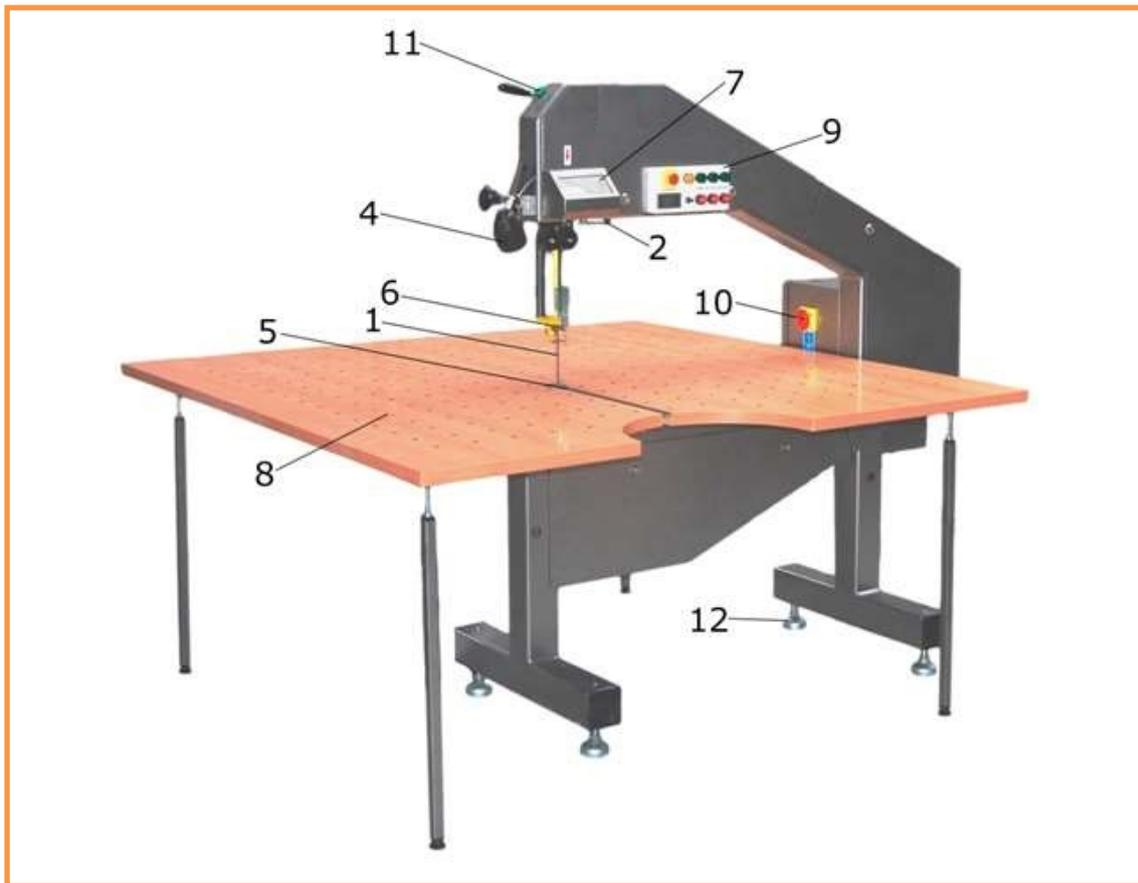
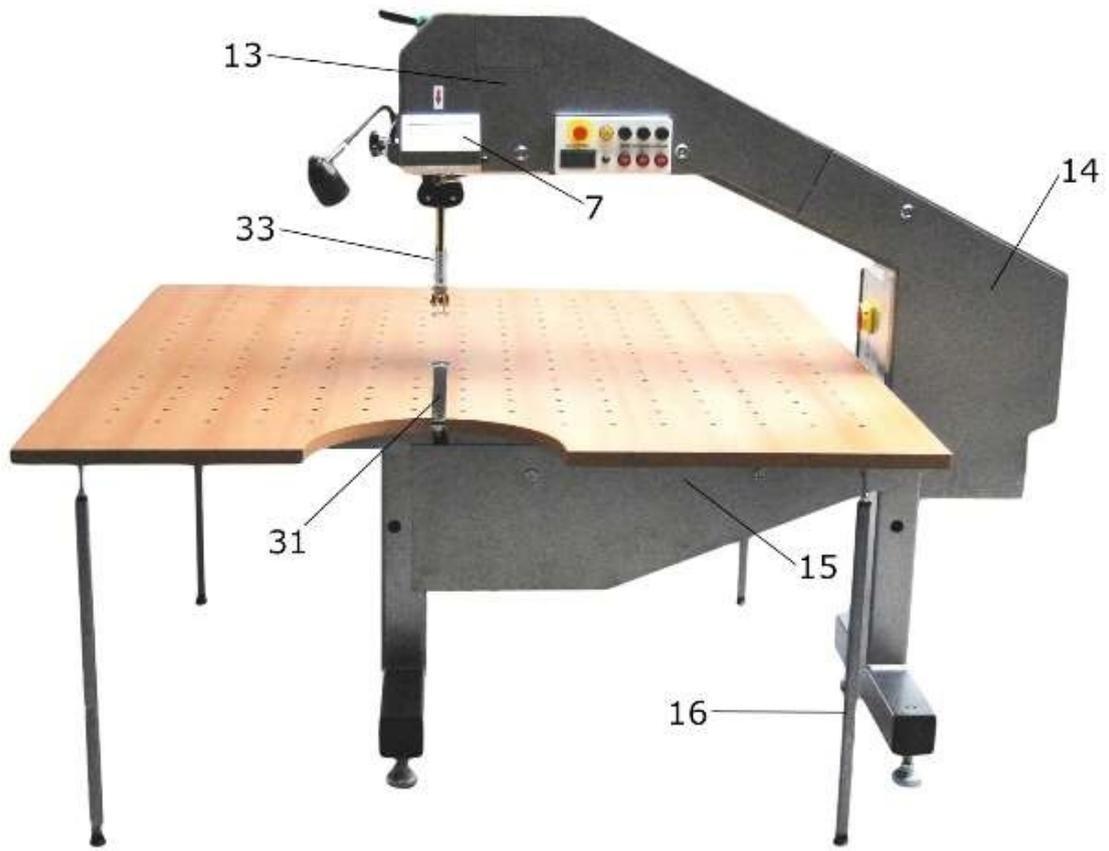
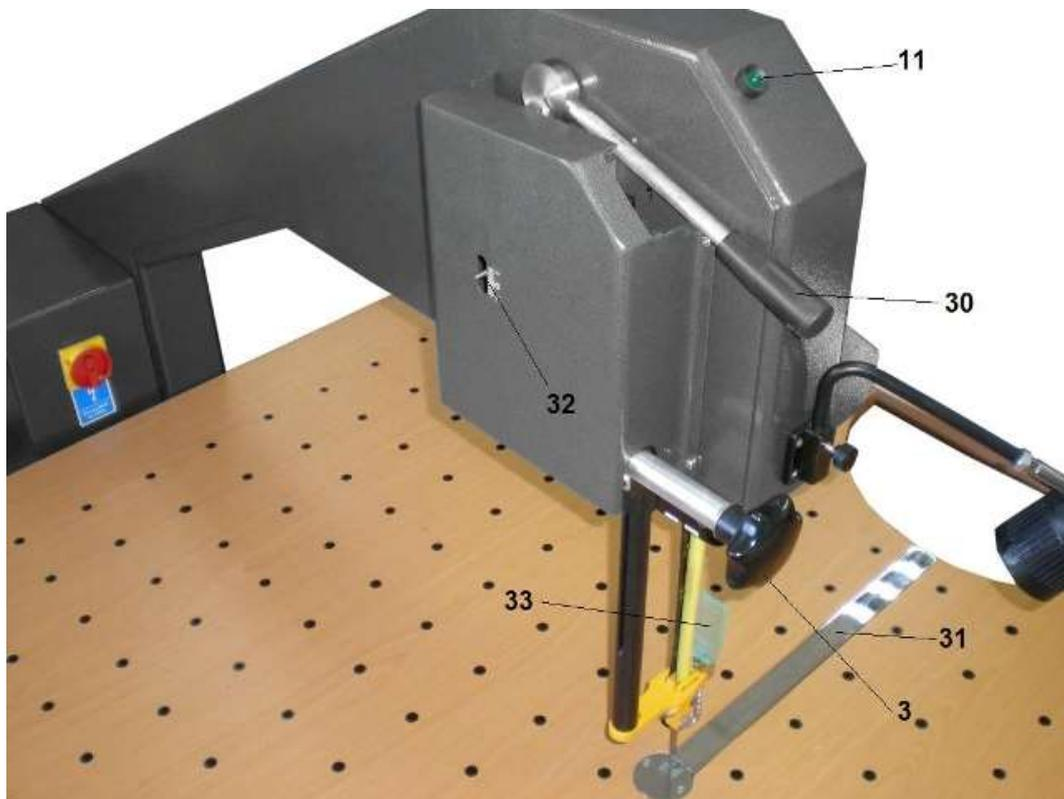
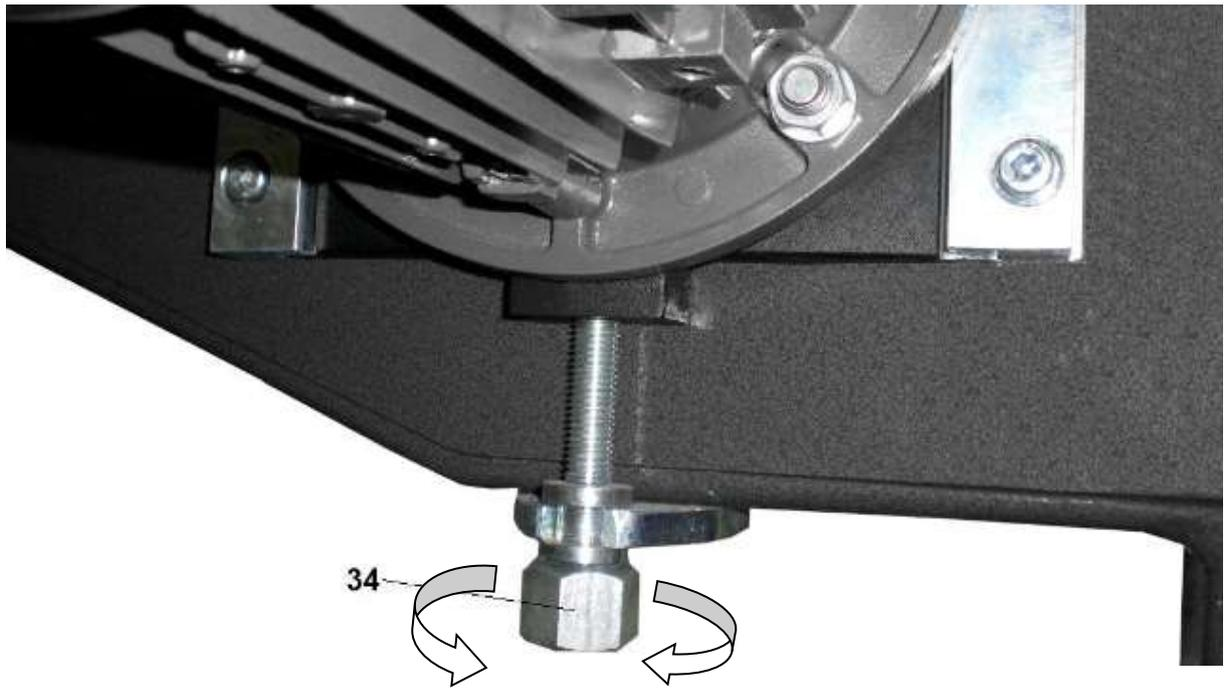

Рис. 1.
Рис. 4.
Рис. 5.
Рис. 6.
Общий вид ленточной раскройной машины и её основных элементов показан на рис. 1.
После приготовления слоя материала к раскрою, нужно расположить его вблизи режущей ленты таким образом, чтобы линия выкраивания находилась напротив острия ленты. Затем, крутя колесом (3) рис. 1., опустить лапку (6) - на поверхность слоя материала так, чтобы при его движении под лапкой не задирались верхние слои ткани, однако, зазор должен быть не более 5 мм.
1. Опустить лапку (6) рис.1 в нижнее положение.
3. Медленно поворачивать рычаг (20) управления заточным устройством (7) рис.1 в направлении к себе до тех пор, пока заточные камни (21) не начнут затачивать ленту и в этом положении удерживать рычаг несколько секунд или, в случае новой ленты, до тех пор, пока не появится острие.
4. Медленно освободить рычаг (20) (он возвращается автоматически).
- рычаг натяжения ленты (30) рис.5. переставить в нижнее положение (ослабить натяжение ленты),
- открыть крышки кожухов раскройной машины в следующей последовательности рис.4.: заточного устройства (7), верхняя (13) и средняя (14) нижняя (15)
- провести демонтаж рис. 4.: вынуть планку (31) из плиты стола, защиту ленты (33), правую ногу (16), а также (если есть) шланг пылесоса,
- переставить рычаг (30) (натянуть ленту),
- провести регулировку натяжения ленты рис. 5 и рис. 6:
- ✓ определить положение указателя (32),
- ✓ круча винтом (34), с помощью ключа 24 мм, вправо - передвинуть указатель (32) в позицию „+” - а влево - в позицию „-” ,
- ✓ правильное натяжение ленты получается при установлении указателя (32) в позиции „0”
- Снять защиту (33) рис.4 с верхнего регулировочного устройства.
- Ключом 8 мм ослабить гайку оси (40) боковой (левой, а потом правой) направляющей (41).
- Покручивая ось (41) установить зазор 0.75 мм (0.45 мм толщина ленты плюс 0.30 мм щель) между боковой направляющей, а режущей лентой (1).
- Заблокировать ось гайкой (40).
- Шестигранным ключем 4 мм ослабить винт (42).
- Покручивая ось (43) установить зазор 0.50 мм между задним подшипником, а задней частью режущей ленты (1).
- Докрутить винт (42).
- Установить и докрутить крышку нижнего ведущего устройства (33) рис. 1.